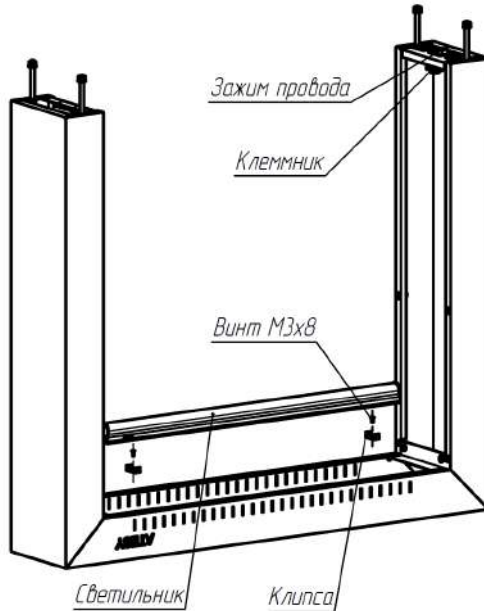

Рис.3
- Установить светильник (см. рис.3) при помощи винтов М3х8 и клипс (2 шт.) на стойку. Подсоединить штатный провод светильника к клеммнику и к клеммнику.